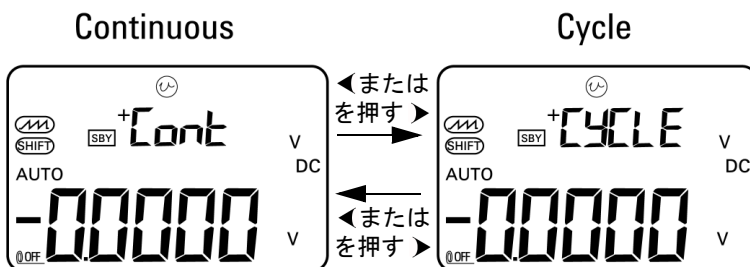

図 2-4 自動ランプ波出力モードの選択
- 4 必要な  機能を選択したら、[◀]または[▶]を押して、2種類のモード（連続またはサイクル）のうちの1つを選択します。セカンダリ・ディスプレイにそれぞれ、**Cont** または **CyCLE** と表示されます (図 2-4 (38 ページ))。